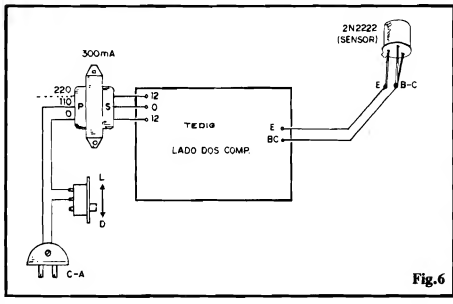

Fig.6
**- FIG. 6 - CONEXÕES EXTERNAS À PLACA** - Poucas e simples, são as ligações externas ao Impressor... Quanto ao sensor (transistor 2N2222), é bom lembrar que o coletor e a base do dito